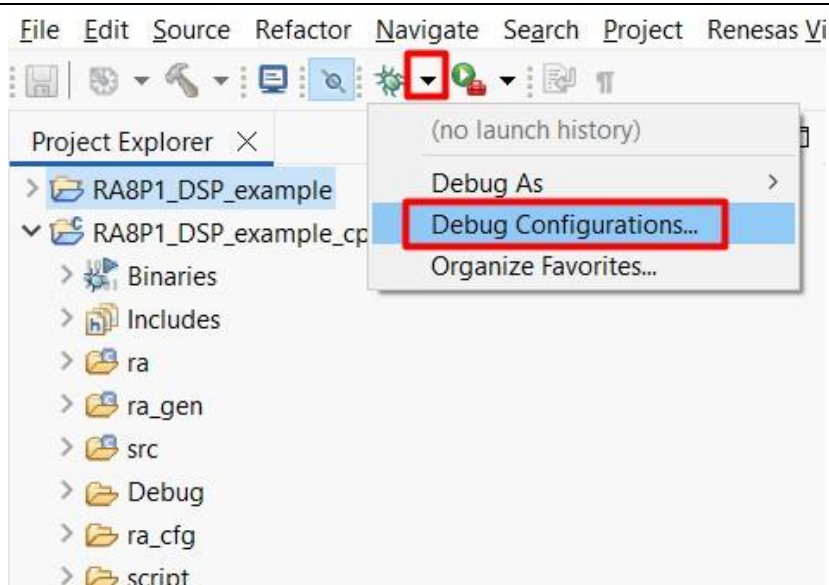

图 67. 在 DSP 示例中打开 **Debug Configuration** 的示例
1. 如图 67 所示打开 Debug Configurations。